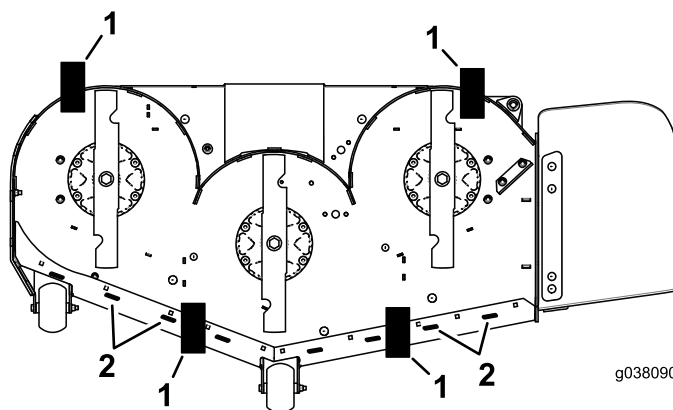

Figura 84
11. Amplasați 2 blocuri (consultați tabelul privind înălțimea blocului i cuitul pentru tuns) sub marginea din spate a punii de tăiere, câte unul pe fiecare parte a punii de tăiere (Figura 84).